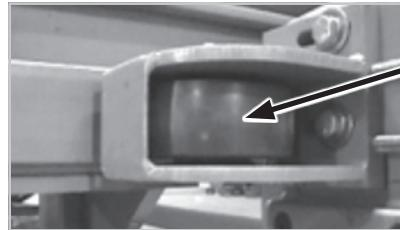

Figura 89
- Inspeccione las ruedas guía para corroborar que su desgaste es parejo, lo que indica que están debidamente posicionadas (figura 89).